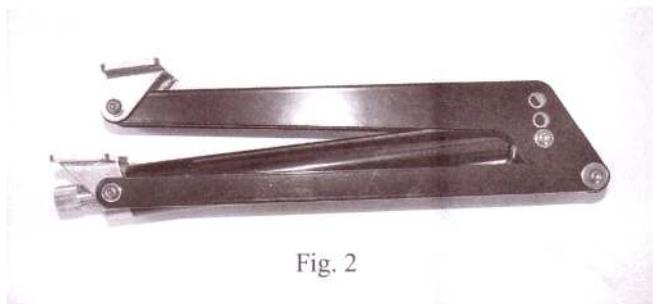

Fig. 2
- A) entlang der Glasscheibe/Dachfläche siehe Fig. 2 u. 5
1. Zuerst ist zu entscheiden, in welche Richtung der Stoßdämpfer mit Feder und somit auch der Zylinder wirken sollen (Fig. 5 u. 6). Ist er auf der falschen Seite vormontiert, kann er ausgebaut und um  $180^\circ$  gedreht wieder eingebaut werden (siehe Fig. 2 u. 3 u. 4).